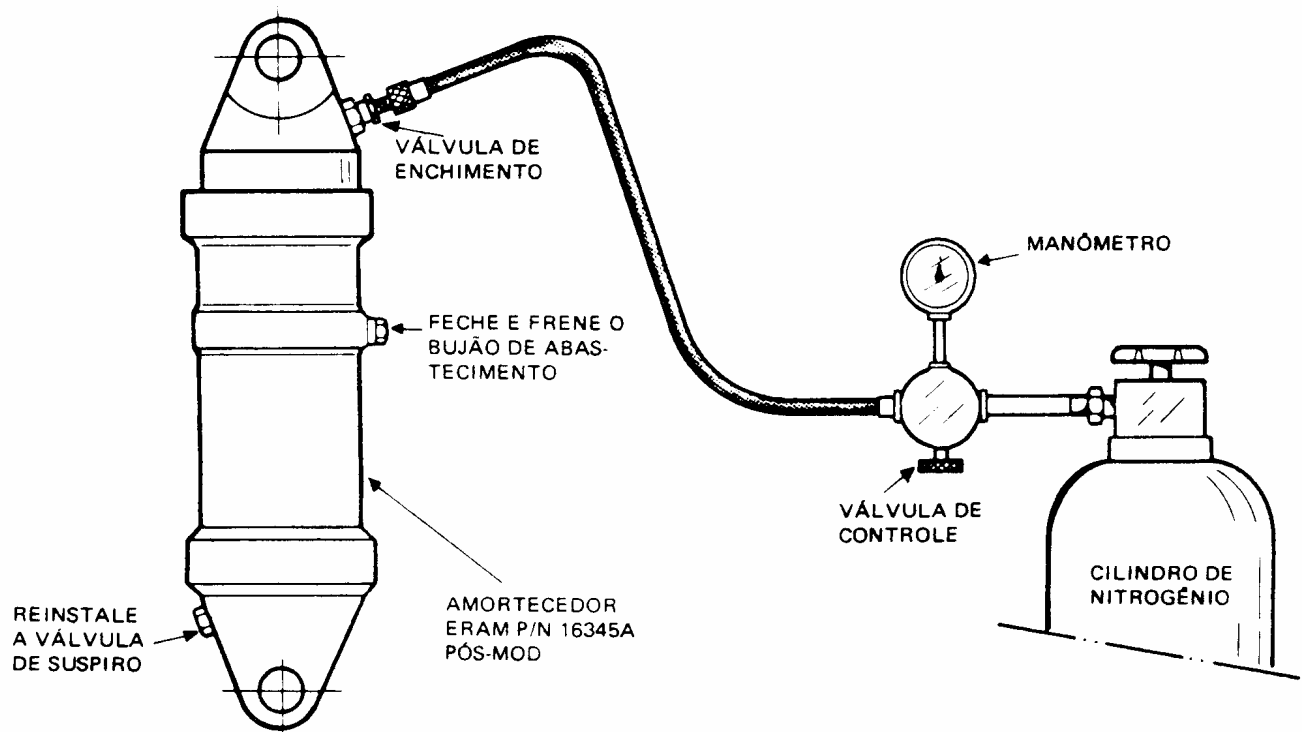

Figura 32-5. Enchimento com Nitrogênio
32-10. ENCHIMENTO DO AMORTECEDOR ERAM P/N 16345A - Figura 32-5)
- c. Conecte a mangueira flexível do cilindro de nitrogênio à válvula de enchimento (veja Figura 32-5).